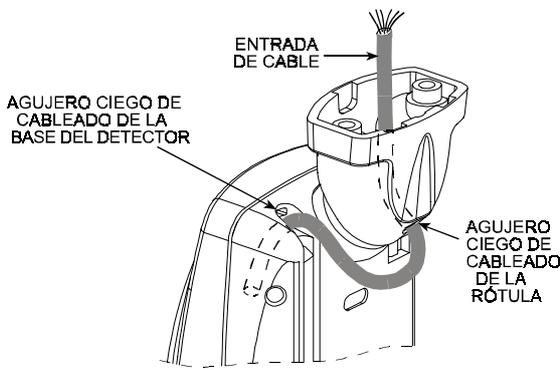

Figura 9. Ruta del Cable
H. Lleve el cable a través de la rótula dentro del detector como muestra la Figura 9.